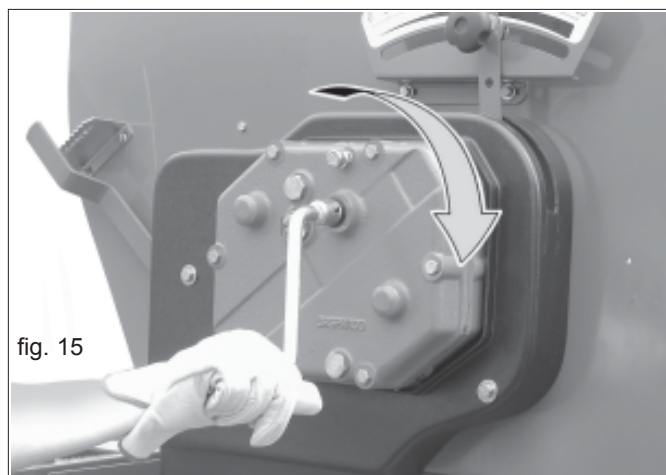

fig. 15
Las tablas facilita el número de revoluciones que el cambio de la sembradora tiene que efectuar para realizar una prueba de siembra con la máquina parada. El mencionado número de revoluciones se refiere al modelo de la sembradora y a la anchura del trabajo. El sentido de rotación de la manivela es señalado en la Fig. 15.
- 4) Insertar la manivela (Fig. 15) en el árbol del embrague y girar en el sentido dextrorso;